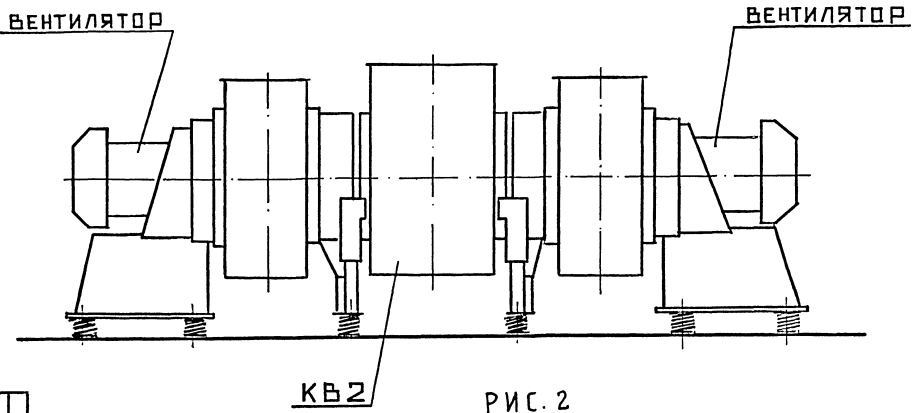

РИС. 2
- Рис. 2. КВ2-2,5..КВ2-6,3. Короб непосредственно соединен с вентиляторами, на фундамент опирается через виброизоляторы.